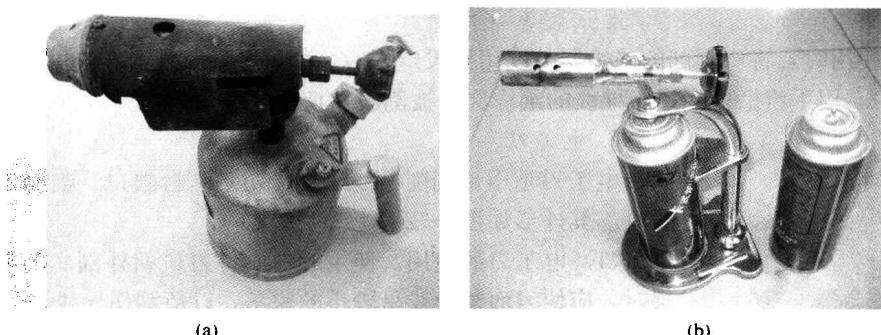

图 1-14 喷灯
(1) 喷灯的结构。喷灯的外形如图 1-14 所示,按其使用燃料可分为燃油喷灯(煤油喷灯、汽油喷灯)和燃气喷灯。